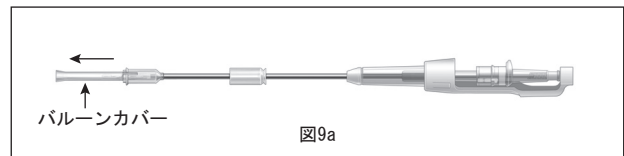
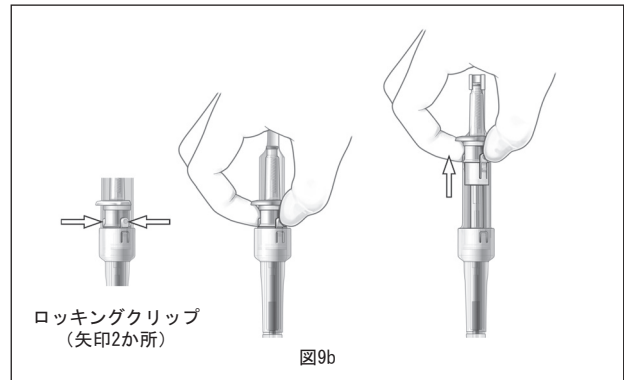

図9a
図9b
12. バルーンカテーテルからバルーンカバーを外します。バルーンが前に移動していないことを確認します (図9a)。バルーンが前に移動している場合は、ロックングクリップをつまんで、バルーンを完全に元に戻します (図9b)。